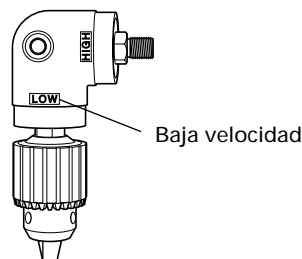

Fig. 10
- Para accionar la unidad angular a baja velocidad, fije el portabrocas en el husillo de la unidad angular sobre el lado marcado "LOW" y apriete el tornillo de fijación. En este ajuste, la velocidad de taladrado disminuye a aprox. 70% y el par de taladrado aumenta a aprox. 150% (Fig.10).